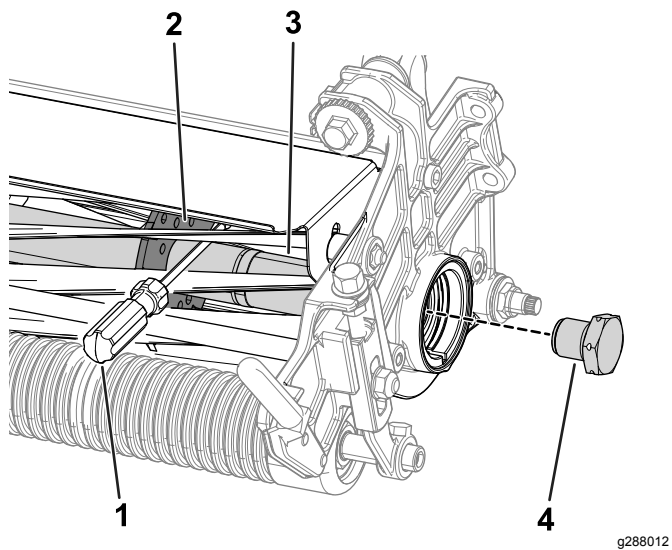

図 28
1. 長い柄のバール9 mm x 30 cm 程度のドライバータイプのもの。握りのついているものがよいを用意する。バールは、トルク作業を行う側に近い側で、リールの下から差し込むようにする 図 28。
2. リールサポートプレートの溶接側にバールを当てるようにして差し込む 図 28。